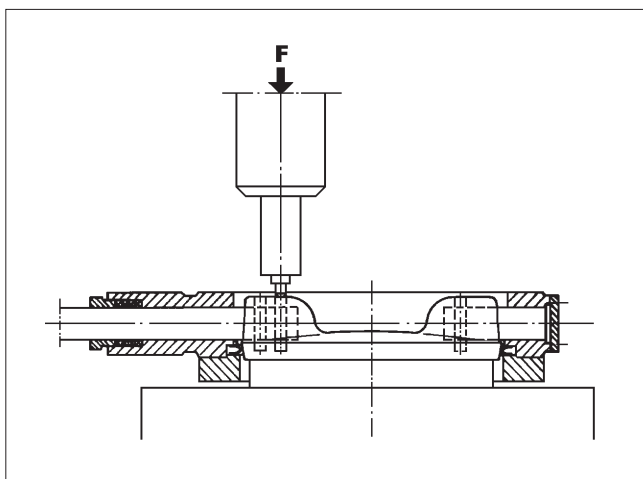

Fig. 18 Compression des goupilles
- Supporter fermement le disque dans sa position horizontale lors du montage des goupilles. Enfoncer les nouvelles goupilles dans les trous et les comprimer pour leur faire prendre leur forme finale (cf. figure 18). Utiliser un outil de diamètre inférieur aux goupilles. Voir les forces de compression sur le tableau 7.